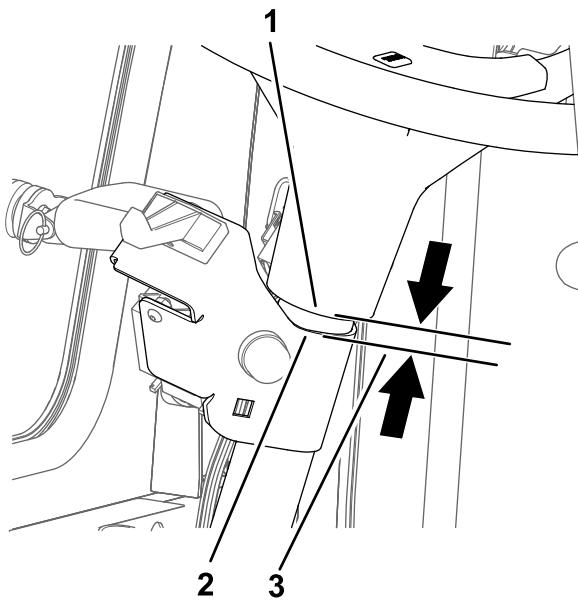

Figura 13
2. Posicione el conjunto del soporte de la columna en la columna de dirección, como se muestra en Figura 13.